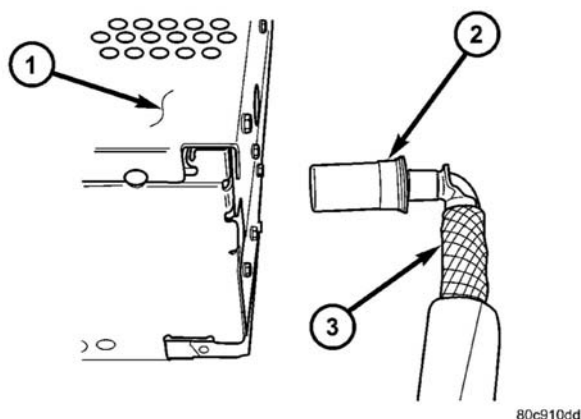

图 9 连接到收音机的天线
(7) 抓住天线的航空接头向外拉，从收音机背面断开天线电缆（图 9）。
(8) 拆卸将接地线固定至收音机的螺栓。